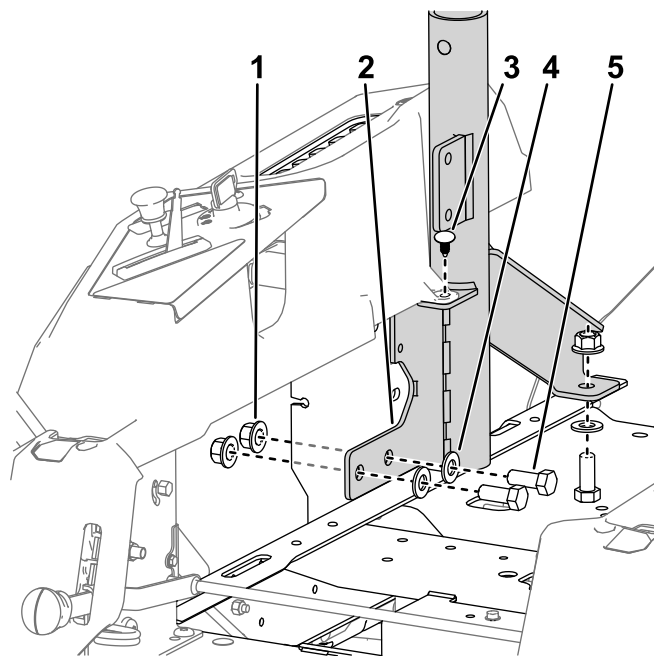

Figura 4
3. Prenda as patilhas nos módulos nas montagens do ROPS com rebites de pressão estreitos (Figura 4).